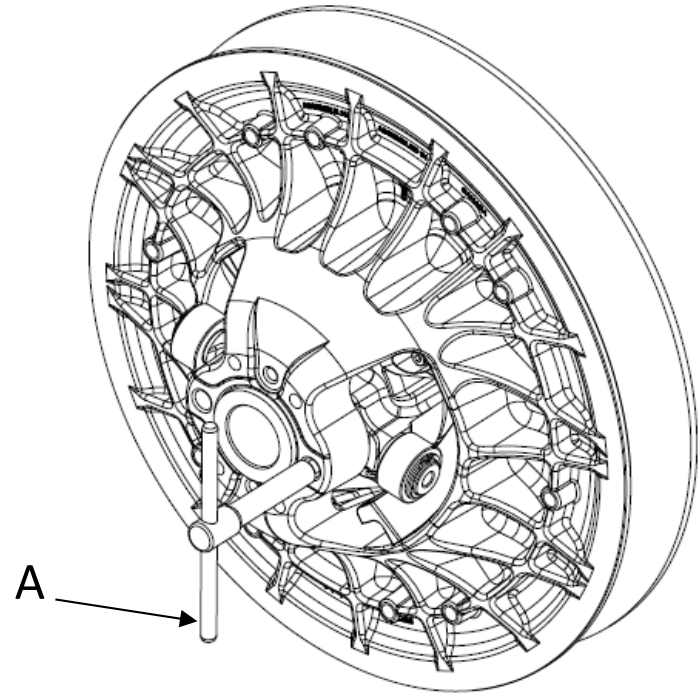

Figure 13
- Si la courroie est installée, vissez l'écarteur de flasque "A" dans un des trous filetés, comme illustré à la figure 13, pour retirer la courroie.